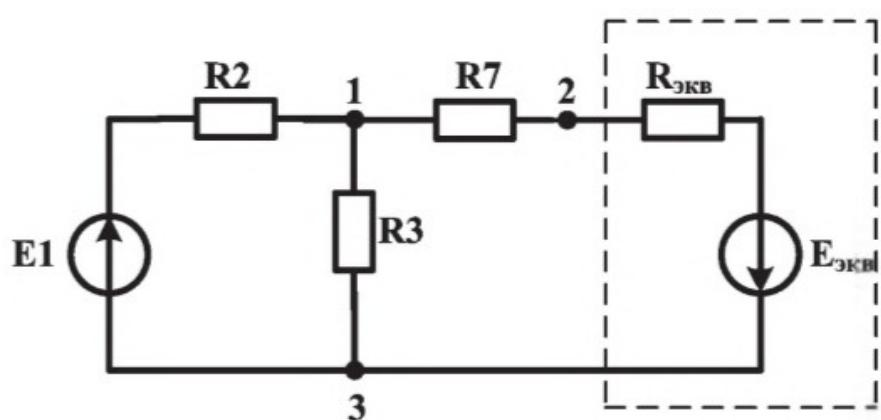

Рис. 11
6.4. используя источник с регулируемой ЭДС E_2 и блок переменного сопротивления R_4 , установить параметры эквивалентного генератора, определенные в п.6.1 и п.6.3, и собрать цепь рис. 11;
6.5. измерить напряжения U_{13} , U_{23} в цепи рис. 11. Результаты записать в табл. 5.
6. Используя результаты измерений п.6.5 экспериментальной части, рассчитать токи I_2 , I_3 , I_7 в цепи рис. 11. Значение токов записать в табл. 5. Сравнить результаты, полученные в п.1 и п.6 расчетной части.